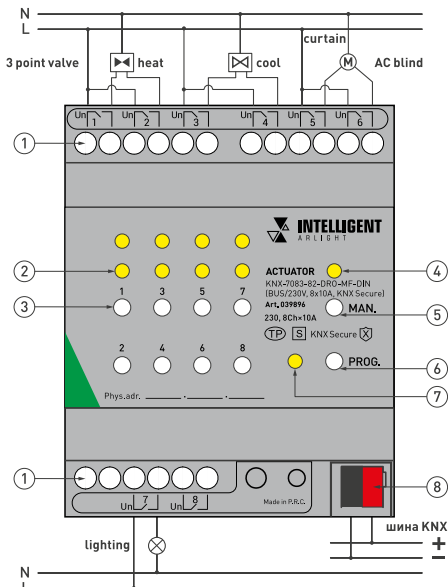

Рис. 1. Схема подключения актуатора к сети переменного тока для управления шторами, жалюзи, отоплением и освещением
- 3.3. Подключите шину данных KNX (красный и черный провода в кабеле KNX) к соответствующим клеммным колодкам, соблюдая полярность и цвета проводов, затем подключите силовые клеммы в соответствии с проектом, см. рис. 1–3.